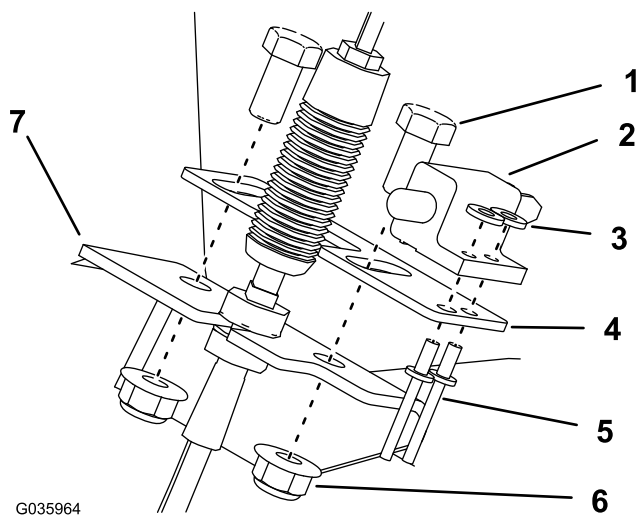

Figura 10
1. Montate il microinterruttore della frizione sulla relativa staffa con 2 ribattini con spina e 2 rondelle piane (3/16") come illustrato nella Figura 10.
2. Montate il microinterruttore della frizione e la relativa staffa sulla staffa del cavo della frizione con i 2 bulloni (3/8 x 3/4") e i 2 dadi (3/8) come illustrato nella Figura 10.